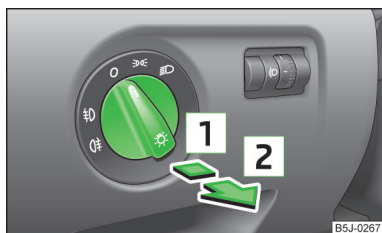

Abb. 24
- Zunächst den Lichtschalter » Abb. 24 in Stellung  oder  drehen.
- Zunächst den Lichtschalter » Abb. 24 auf Seite 42 in Stellung  oder  drehen.